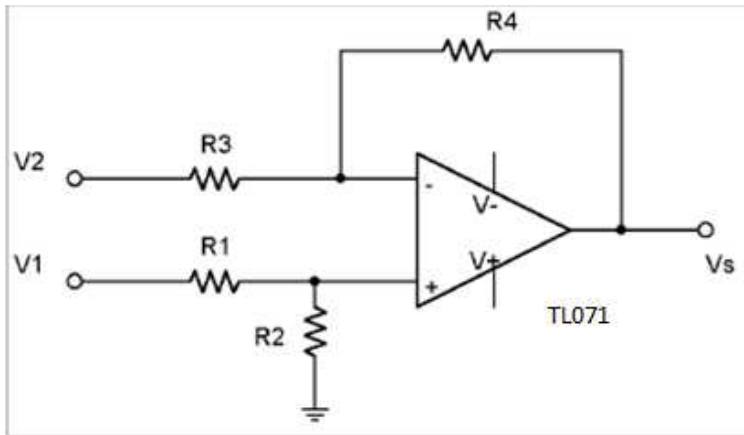

Figure 1: schéma électrique de l'amplificateur de différence
- le bloc « **amplificateur de différence** » : il comporte deux entrées **V1** et **V2** et une sortie **Vs**. Son schéma électrique est donné dans la figure 1 de l'annexe.